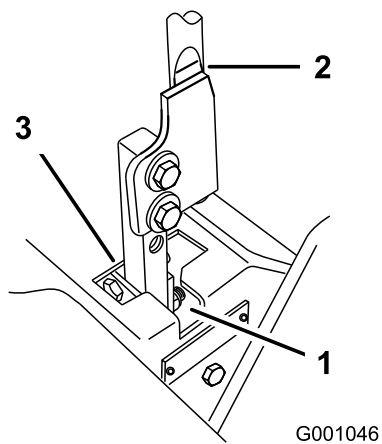

Figura 96
5. Mueva la palanca a la posición de punto muerto, pero no bloqueada (Figura 96).
6. Tire hacia atrás de la palanca hasta que el pasador (en el brazo debajo del eje pivotante) entre en contacto con el extremo de la ranura (empezando justo a tensar el muelle), como según se muestra en la Figura 96.
7. Compruebe la posición de la palanca de control con relación a la muesca de la consola (Figura 96).